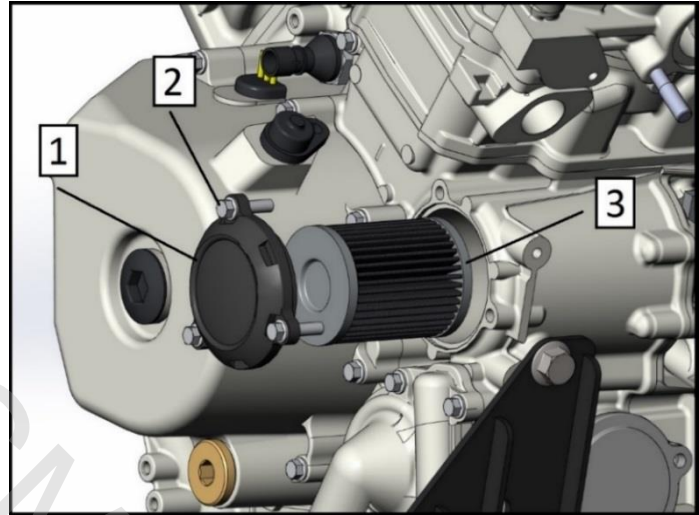

Рис. 7
5. Извлеките масляный фильтр и утилизируйте его (поз. 3, рис. 7).